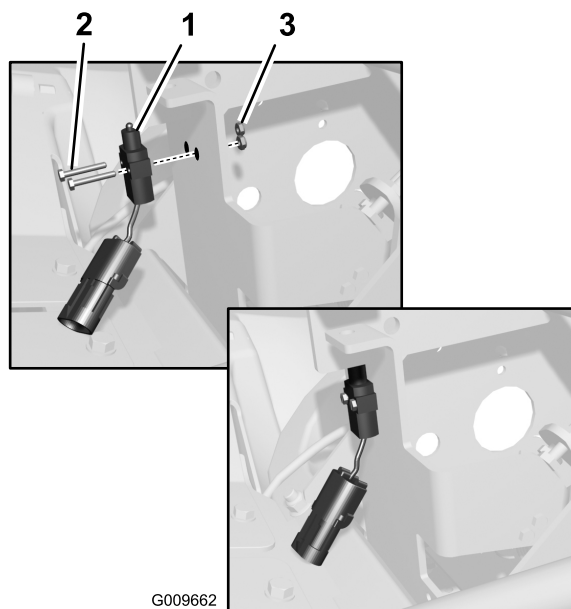

図 3
1. ペダルアセンブリに、ブレーキ・スイッチを取り付ける； #6 ネジ（2本）とロックナットを使用する（図 3）。